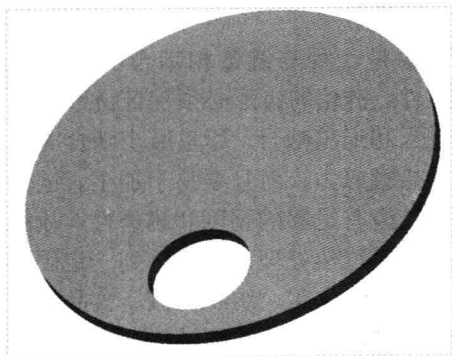

图 17-43 创建孔特征
Step 06 单击“应用并保存在工具中所做的所有更改, 然后关闭工具操控板”按钮, 完成孔特征的创建, 如图 17-43 所示。